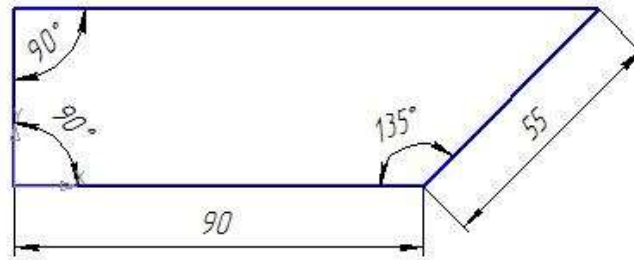

Рис. 6.1
- С помощью команды  – **Непрерывный ввод объектов** панели инструментов **Компактная** и привязки **Выравнивание** постройте изображение в соответствии с рис. 6.1.